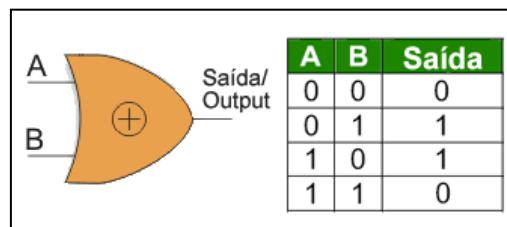

Figura 1.35 - Símbolo gráfico e Tabela verdade da porta XOR.
A porta **XOR** é um pouco mais complicada em comparação com outras portas. Ela representa a combinação de todas as outras portas descritas anteriormente. Ela também pode ter duas ou mais entradas e somente uma saída. A lógica um (1) aparece na saída apenas quando uma das entradas está em lógica um (1) e as outras em lógica zero (0). A Figura 1.35 mostra o símbolo representativo da porta lógica **XOR** e sua **Tabela Verdade**.